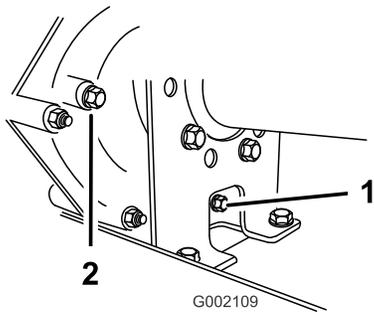
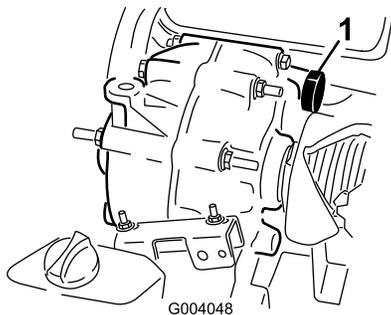

Figura 41
Figura 42
2. Retire o tampão de escoamento do lado direito do reservatório (Figura 41) e deixe o fluido escorrer para um recipiente adequado. Monte e aperte o tampão quando o fluido parar de escorrer.
3. Encha o reservatório (Figura 42) com cerca de 1,4 litros de óleo de motor SAE 10W30 ou até que o nível de óleo atinja o fundo do orifício indicador (Figura 41).